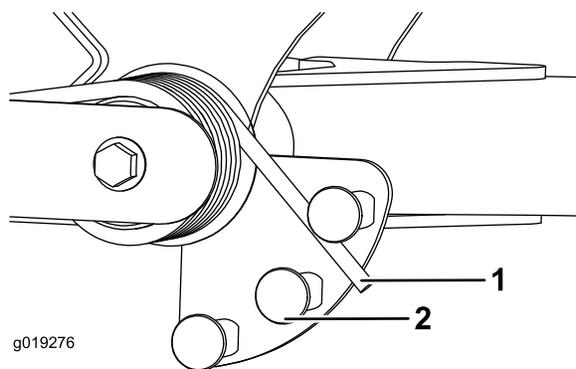

Рисунок 67
2. Вставьте трубу или аналогичный предмет в длинный конец пружины и поверните его вокруг пружинного привода в нужное положение (Рисунок 67).